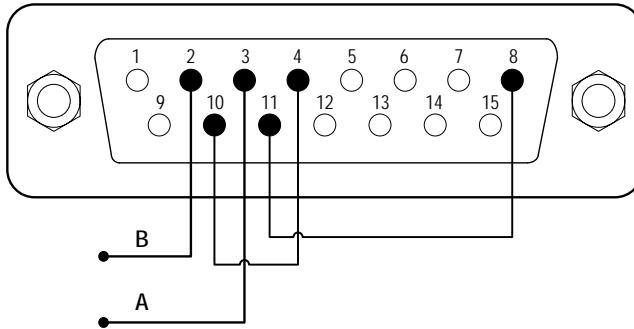

Abbildung 21. RS485-MODBUS-Verdrahtung mit interner 12V-Stromquelle
- 1) Schalten Sie die Stromversorgung aus. Verdrahten Sie den DB15-Stecker wie in Abbildung 21, und verbinden Sie ihn mit dem DB15-Anschluss auf der Rückseite der Pumpe. Um elektrische Störungen zu minimieren, wird eine externe Gleichstromquelle empfohlen.